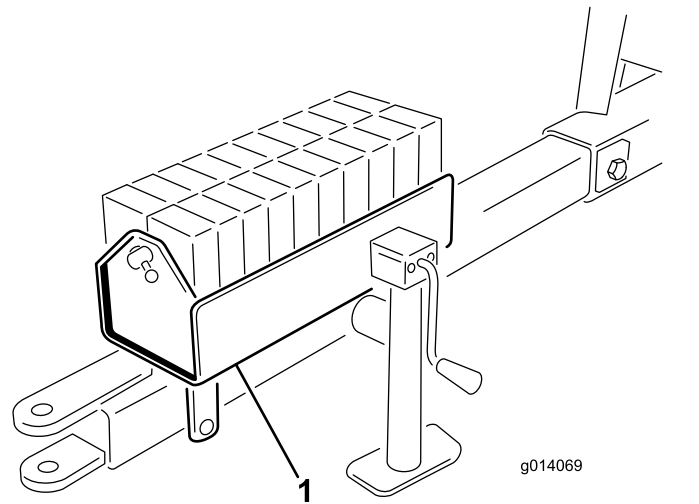

Figure 6
5. Placez les masses dans le boîtier et mettez en place la barre et la goupille (Figure 6).